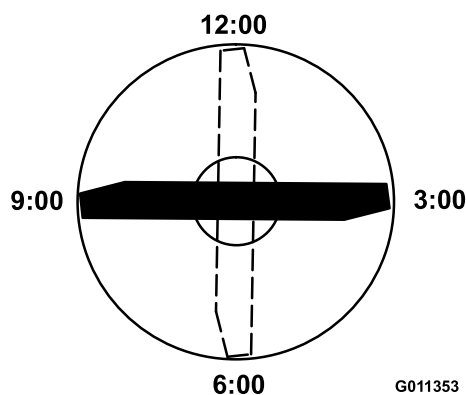

Рисунок 73
- Установите режущую кромку отмеченного конца ножа в положение «12 часов» (строго прямо по направлению скашивания) (Рисунок 73) и измерьте высоту от стола до режущей кромки ножа.
- Поверните отмеченный конец ножа в положения «3 часа» и «9 часов» (Рисунок 73) и измерьте значения высоты.